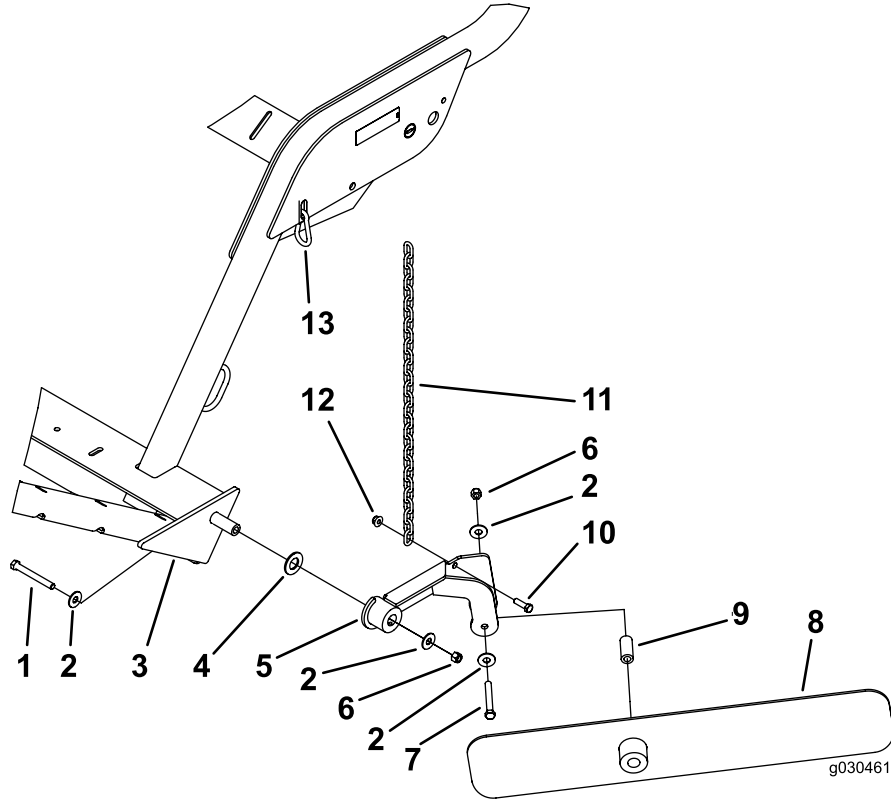

图16
**注意：** 如 图16 所示，固定各组件的位置。
2. 用 1 个螺栓 (7/16 x 3/4 英寸)、2 个扁平垫圈、1 个隔片和 1 个锁紧螺母 (7/16 英寸) 将料堆刀片固定到安装组件上。如 图16 所示，固定各组件的位置。
3. 用 1 个螺栓 ( $\frac{3}{8}$  x  $1\frac{1}{4}$  英寸) 和 1 个凸缘螺母 ( $\frac{3}{8}$  英寸) 将链条固定到刀片安装组件上 (图16)。
4. 用弹簧扣环将链条的另一端安装在机架上的槽中 (图16)。